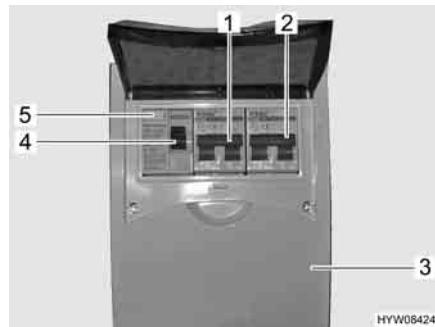

Fig. 119 Scatola dei fusibili a 230 V con interruttore di sicurezza e interruttore automatico FI
Un interruttore di sicurezza per correnti di guasto (interruttore automatico FI) (Fig. 119,5) nella scatola dei fusibili (Fig. 119,3) protegge l'intero veicolo da correnti di guasto (0,03 A).
L'interruttore di sicurezza collegato in serie (10 A) (Fig. 119,1) protegge le prese da 230 V, la centralina elettrica, il caricabatteria supplementare e il frigorifero.
Per veicoli con accessori opzionali, p. es. il riscaldamento ad aria calda con riscaldatore elettrico a immersione o l'impianto di climatizzazione a tetto, un ulteriore interruttore di sicurezza (16 A) (Fig. 119,2) protegge l'apparecchio. La scatola dei fusibili si trova vicino al collegamento a 230 V.
- Se il veicolo è collegato all'alimentazione a 230 V, premere il tasto di controllo (Fig. 119,4). L'interruttore di sicurezza per correnti di guasto (FI) deve scattare.